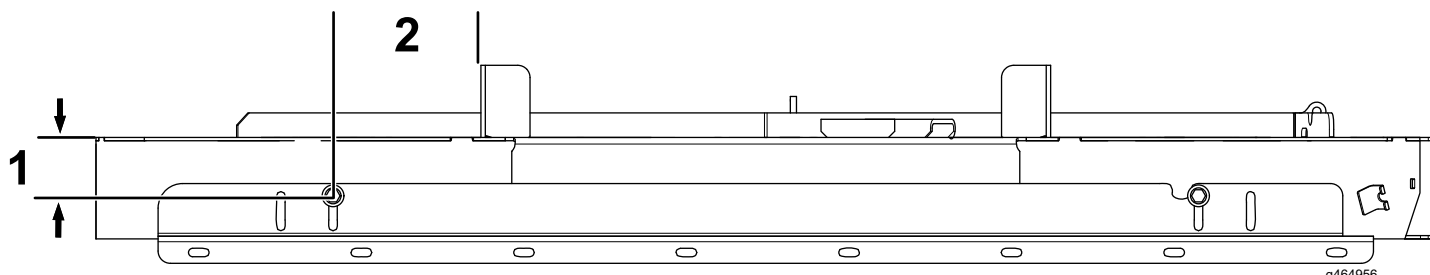

Figura 2
1. Usando la pletina de sujeción como plantilla, perfore 2 taladros (9/32") en la carcasa de corte usando las dimensiones indicadas en la Figura 2.